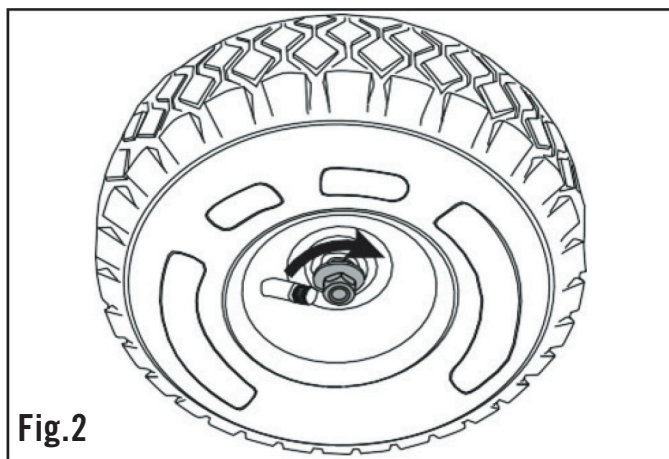

Fig.2
2. Montera bricka och mutter på axeln för att fästa hjulet (fig 2).